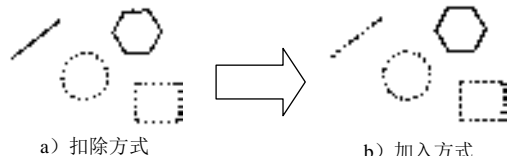

图 6.1.13 加入和扣除方式选取对象
Step4. 使用加入方式选取对象（假设还要选取图 6.1.13 中的直线）。在命令行中输入字母 A 后按 Enter 键，这表示转换到向选择集中添加对象的模式；单击直线的边线。